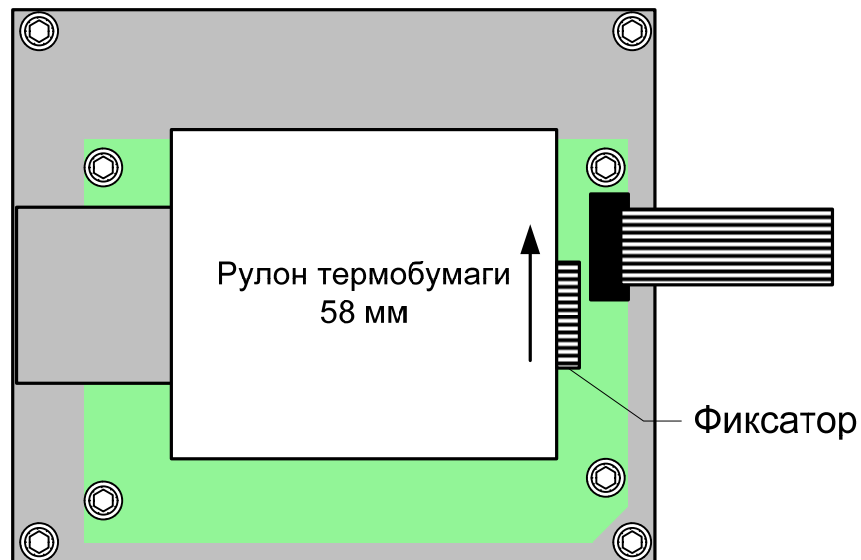

Рис. 39 (Конструкция ТП)
- установить рулон бумаги (см. Рис. 39);